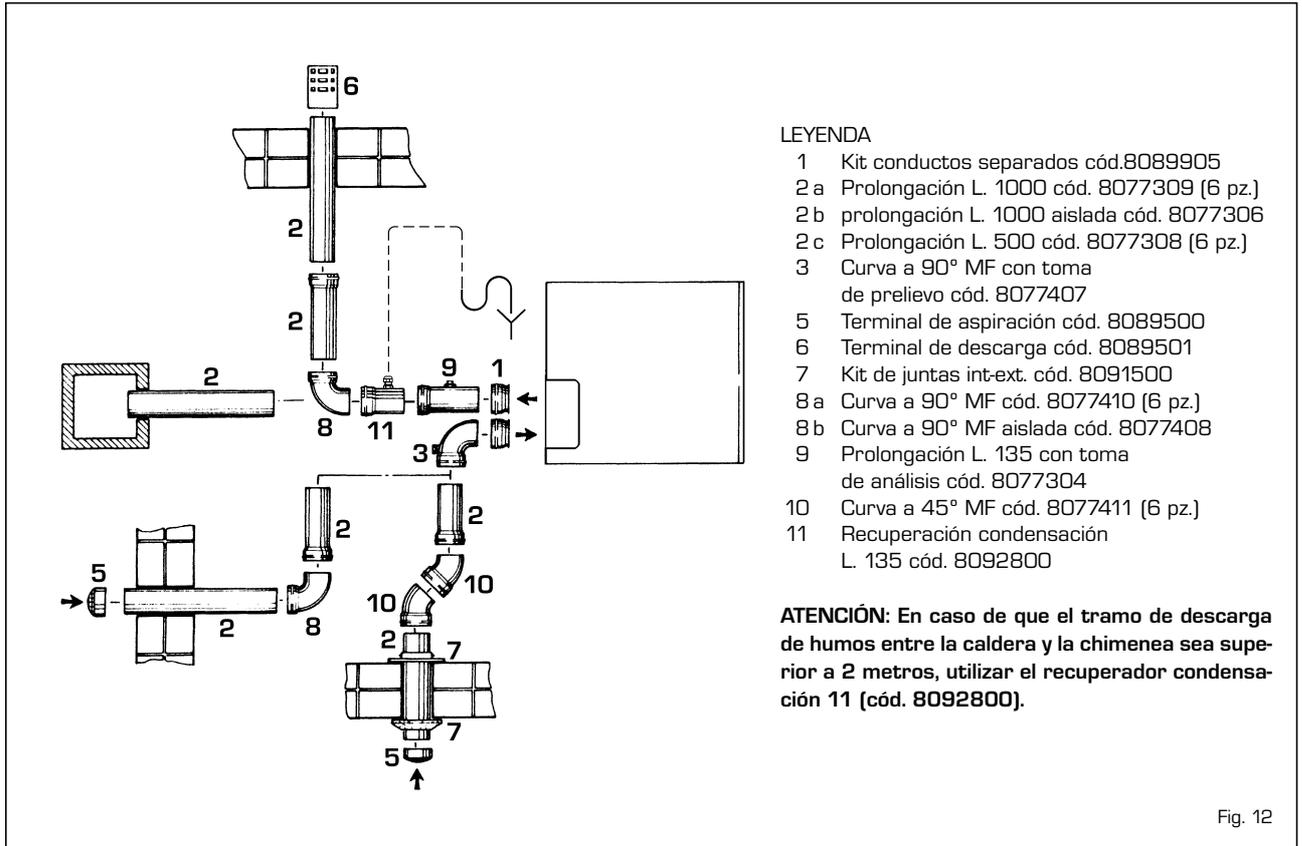

Fig. 12
11). Esta indicada en fig. 12 la gama completa de los accesorios necesarios para satisfacer cualquier exigencia de instalación.